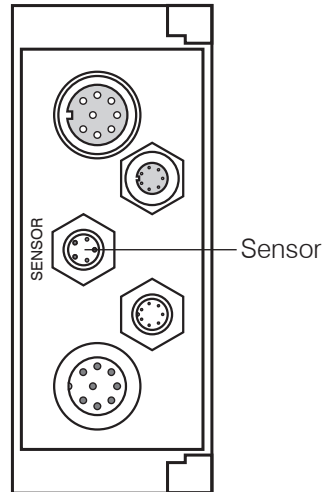

Abb. 18 Rückansicht Controller, Steckverbindung Sensor
- ➔ Schließen Sie das Sensorkabel an der Rückseite des Controllers an, siehe Abb. 18.